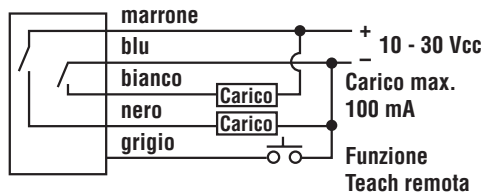

Figura 6. Installazione delle fibre ottiche in plastica nelle relative porte del FI22FP
- 1) Utilizzare un piccolo cacciavite a stella per allentare la vite di fermo, come mostrato nella Figura 6.